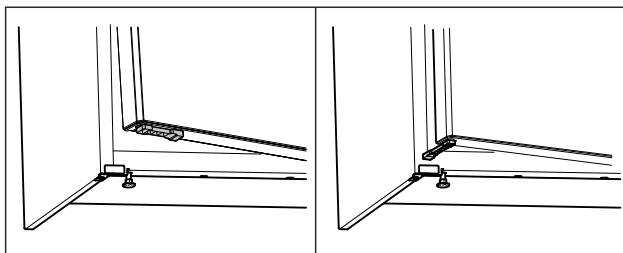

Fig. 62 *
- ▶ Faire tourner le limiteur d'ouverture de porte à 90°. (voir Fig. 62) *